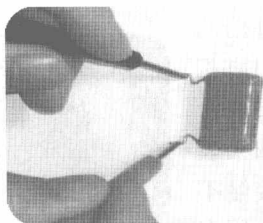

图 2-54 使用指针式万用表判定电容好坏
步骤④ 如果表针向右偏转然后向左回归稳定后,阻值指示小于 $500K\Omega$,说明该电容绝缘电阻太小,严重漏电,不宜使用。图 2-54 所示为使用指针式万用表判定电容好坏。